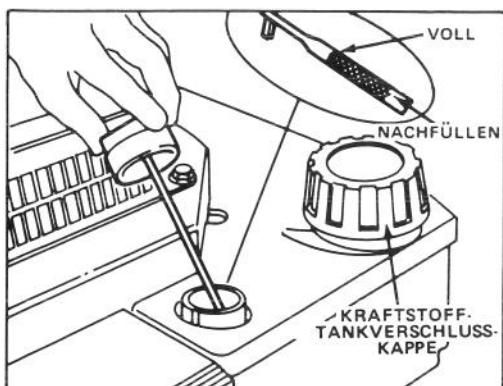

Bild 6
Vor jedem Gebrauch sicherstellen, daß sich der Ölstand zwischen **VOLL** und **NACHFÜLLEN** befindet (Bild 6). Öl nachfüllen, falls Ölstand niedrig ist.
3. Ölmeßstab abwischen und in den Einfüllstutzen stecken. Verschlußkappe eine Vierteldrehung im Uhrzeigersinn drehen. Dann den Ölmeßstab entfernen und Ölstand prüfen (Bild 6). Ist der Ölstand niedrig, Ölstand nur bis zur **VOLL**-Markierung auf dem Ölmeßstab nachfüllen. **NICHT ÜBER DIE VOL-MARKIERUNG HINAUS FÜLLEN, DENN MOTOR KÖNNTE BEIM START BESCHÄDIGT WERDEN. ÖL LANGSAM EINFÜLLEN.**
1. Rund um die Kraftstofftankverschlußkappe reinigen und Kappe vom Tank entfernen (Bild 6). Den tank nur bis 6-13 mm unter den Einfüllstutzen befüllen. Es muß ein Freiraum zur Ausdehnung des Benzins bei Temperaturänderungen vorhanden sein.